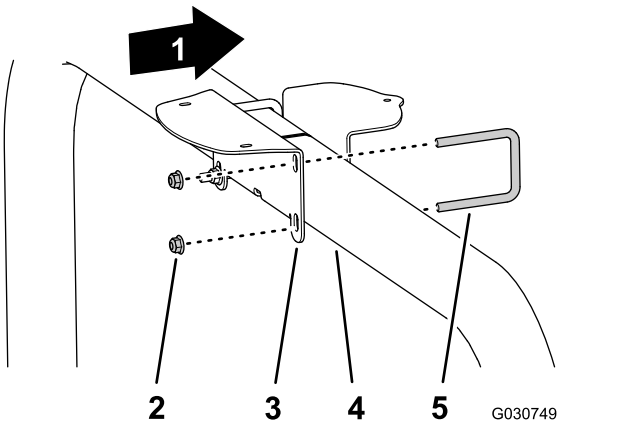

Figura 124
- Si la máquina está configurada con un sistema GNSS (sistema global de navegación por satélite) con sistema WAAS (sistema de aumento de área ancha), monte el soporte del receptor en el tubo del ROPS (Figura 124) con 2 pernos en U y 4 contratuercas con arandela prensada (3/8").